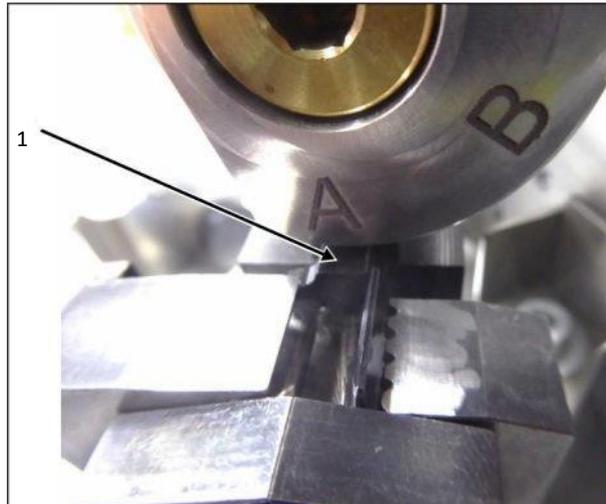

Imagen 18: Plano de apoyo de los manguitos
- Deslice el plano de apoyo de los manguitos (imagen 18, pos. 1) hacia delante.